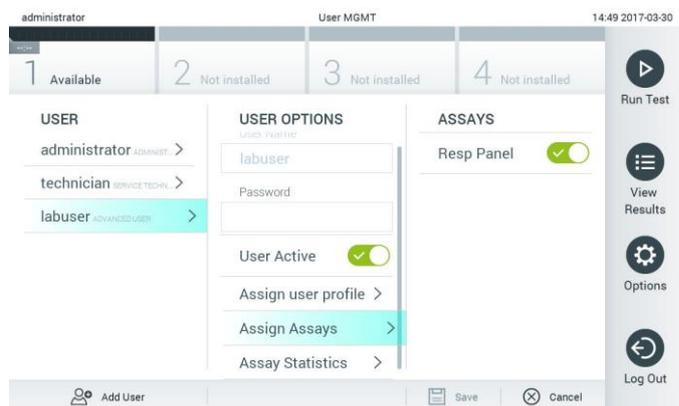

Figura 50. Atribuição de ensaios a utilizadores.
- Assign Assays (Atribuir ensaios): permite definir os ensaios da base de dados de ensaios que o utilizador tem permissão para executar. Seleccione os ensaios a partir da lista à direita da área de conteúdo (Figura 50).